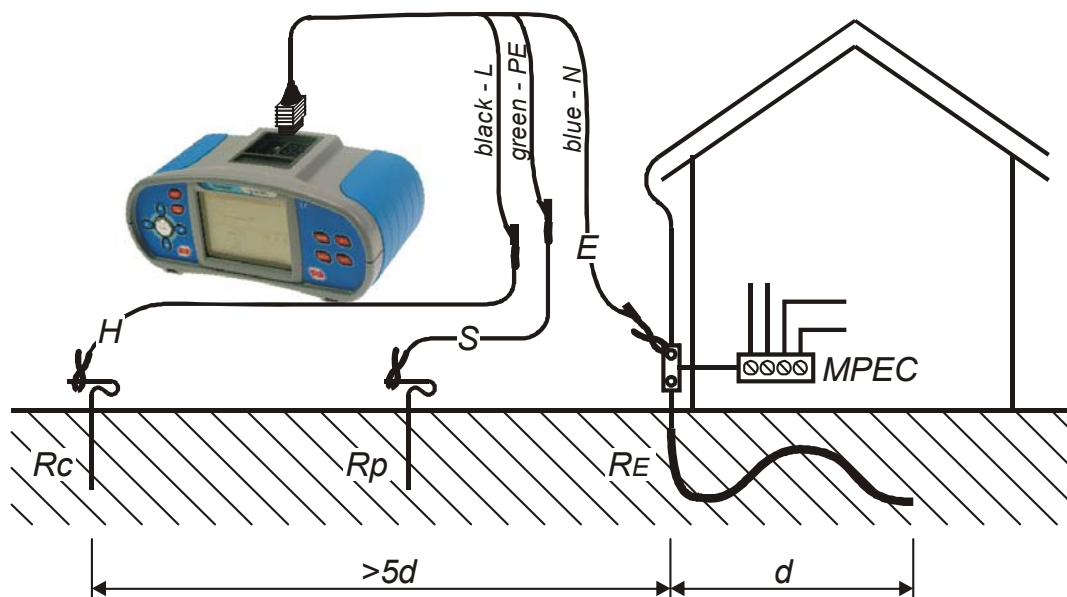

Abb. 5.31: Erdungswiderstandsmessung (3 Leiter) – System-Erdungswiderstand
- ☐ Schließen Sie die Prüfleitungen an die zu prüfende Anlage und Messsonden (siehe Abb. 5.31 und 5.32).